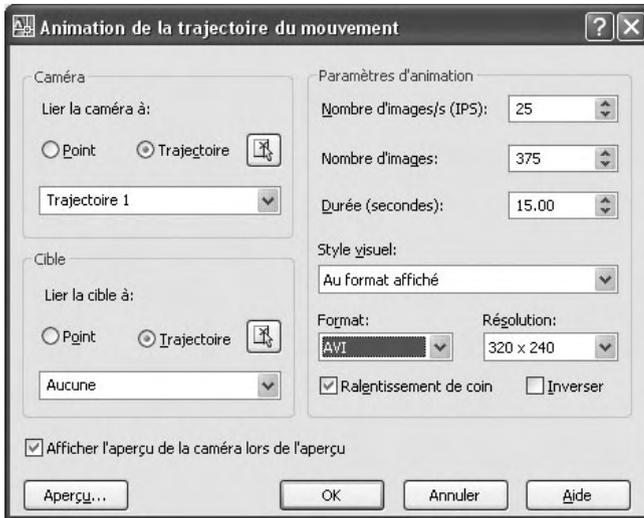

Fig.11.22
- 3 Dans la section **Caméra** (Camera), cliquez sur **Point** ou sur **Trajectoire** (Path) (fig.11.22).